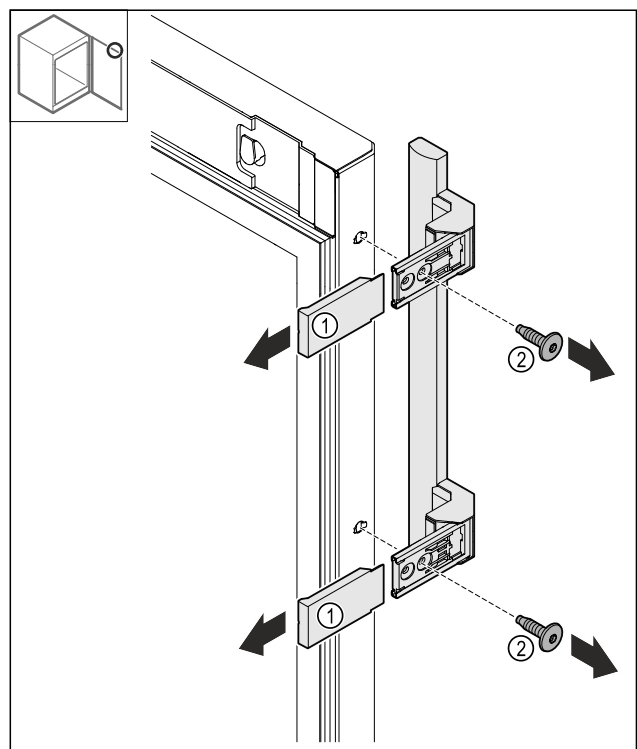

Fig. 15
- ▶ Abdeckungen Fig. 15 (1) abziehen.
- ▶ Schrauben Fig. 15 (2) lösen.